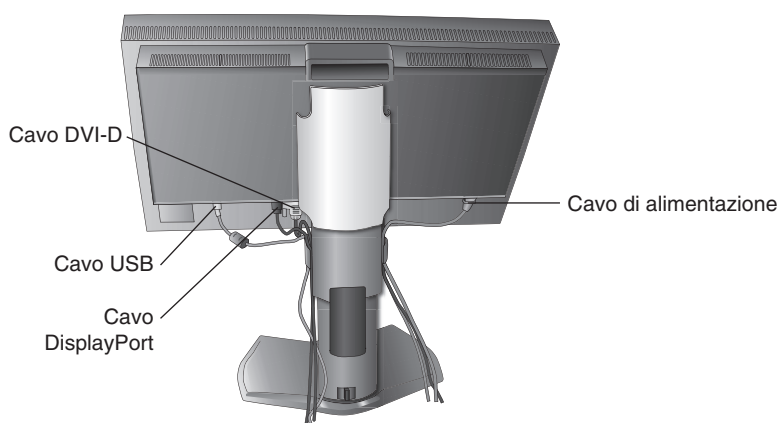
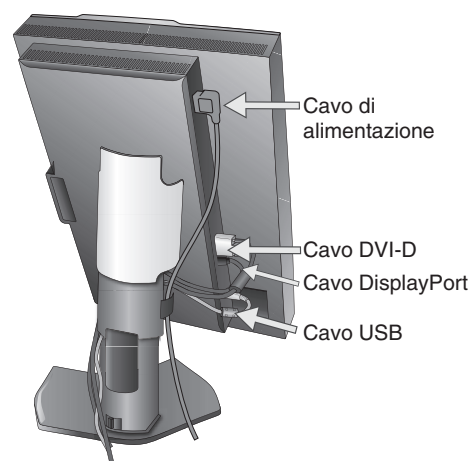

Figura C.2
Figura C.3
5. Per disporre ordinatamente i cavi, utilizzare il sistema di gestione dei cavi predisposto sul supporto. Fissare saldamente e ordinatamente i cavi ai ganci (**Figura C.2 e Figura C.3**).